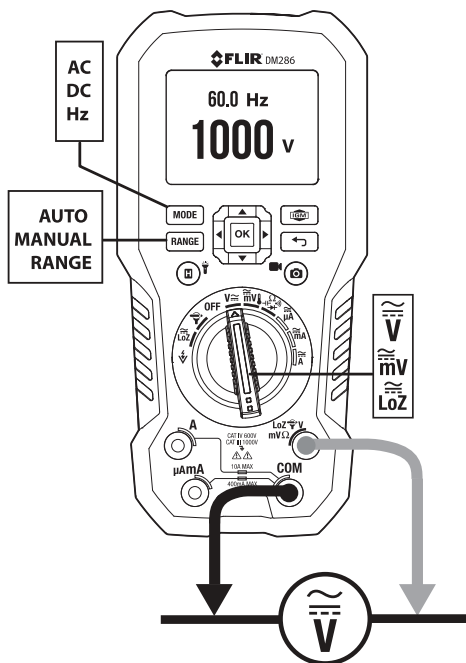

Fig. 9.3 Mediciones de voltaje y frecuencia
1. Sitúe el interruptor de función en una de las siguientes posiciones. Consulte la Fig. 9.3.